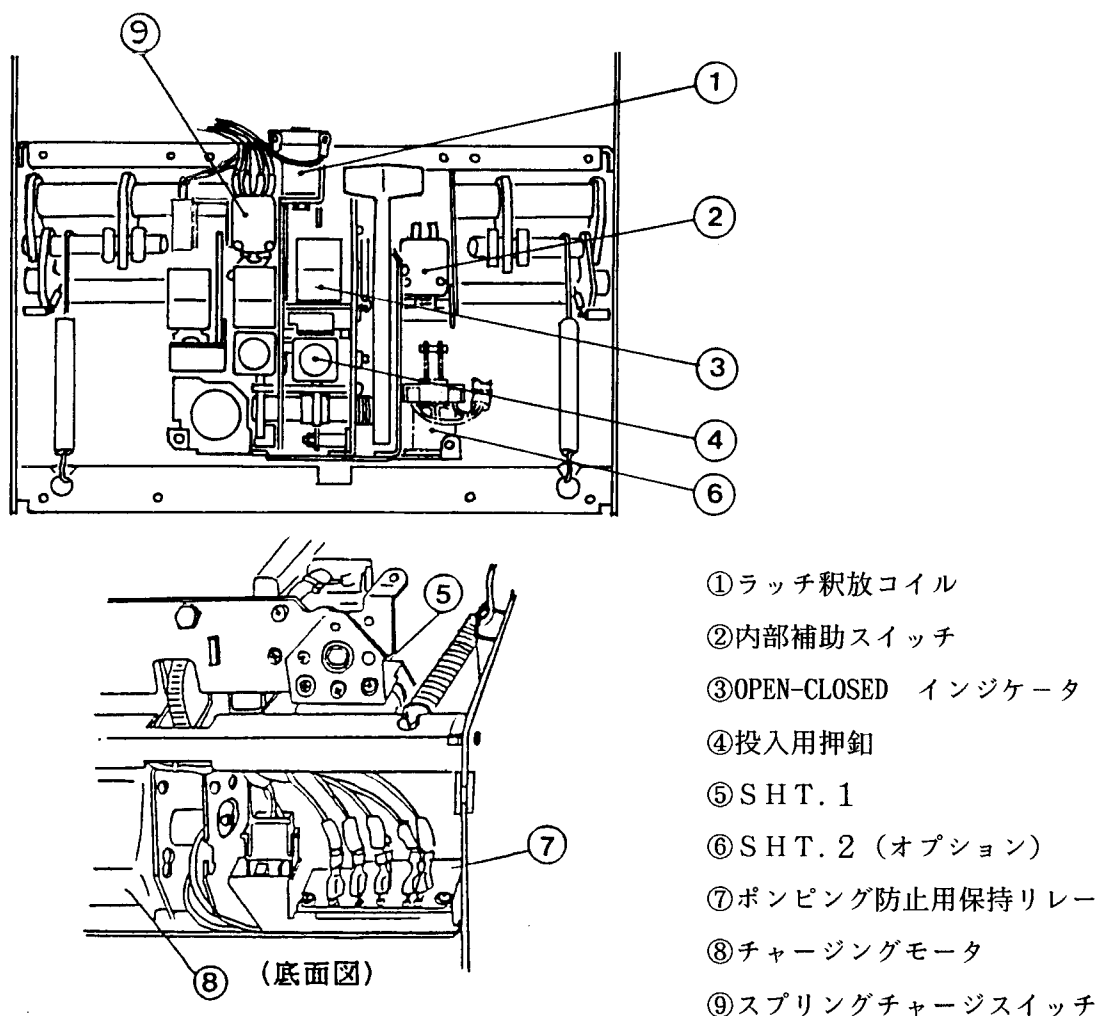

図45. 内部付属装置配置図
注意 ●投入用押釦とOPEN-CLOSED インジケータ（図45③）の間に手指や工具などを入れないで下さい。遮断器が投入したとき、ギャップが無くなり手指や工具を挟み危険です。